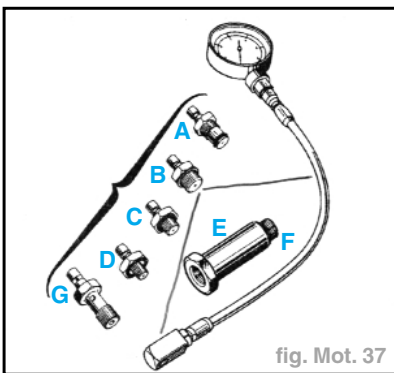

fig. Mot. 37
- Brancher le manomètre (**F**) **Mot. 836.05** à la place du manocontact avec le raccord (**B**) (fig. Mot. 37).